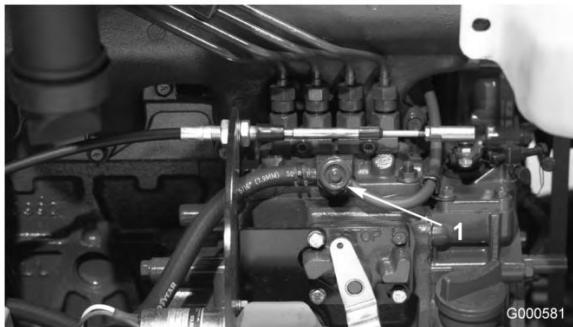

Bild 40
3. Öffnen Sie die Entlüftungsschraube an der Kraftstoffeinspritzpumpe (Bild 40).